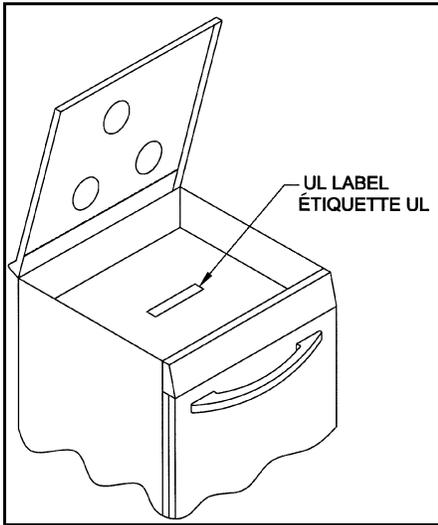

Figure 1
1. Ces appareils sont homologués par Underwriters Laboratories (UL) pour utilisation aux É.-U. et au Canada.
2. On trouve sur l'étiquette UL (au fond de la table de cuisson) le numéro de modèle, le numéro de série, et le numéro de stock (La Figure 1). Cette information sera nécessaire pour toute commande de pièces ou demande de services d'entretien. Noter cette information ci-dessous pour qu'elle soit toujours disponible. Pour commander des pièces de rechange, contacter un concessionnaire ou centre de service Suburban local.